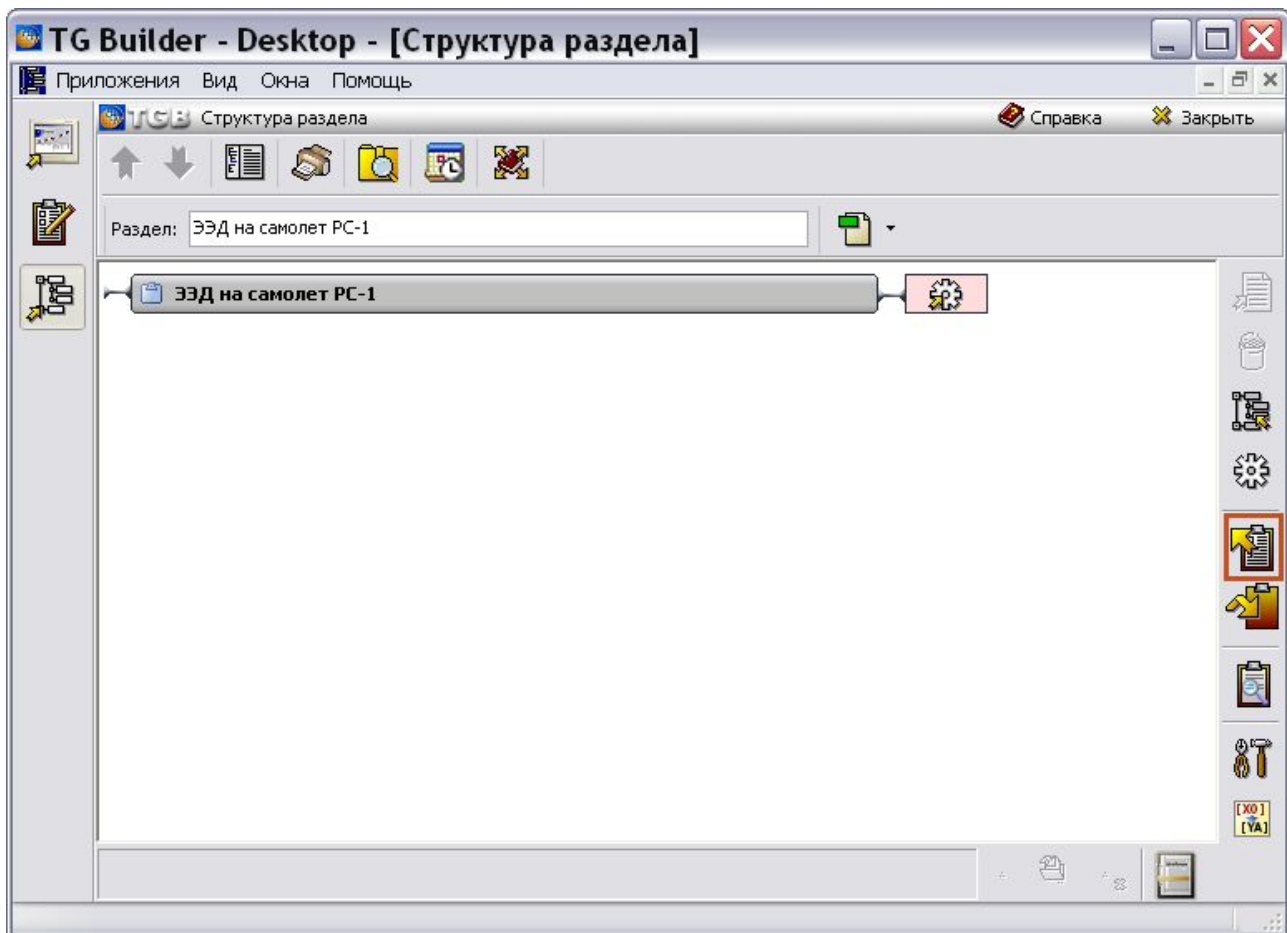

Рис. 8.73
Разработанная электронная документация хранится в базе данных в форматах SGML и XML. Для её представления конечному пользователю необходимо преобразовать информацию из базы данных в доступный пользователю формат. Экспорт осуществляется из окна **Структура раздела** (Рис. 8.73).
1. В диалоговом окне **Структура раздела** выделите проект (Рис. 8.73).
2. В правой части окна выберите инструмент **Экспорт**  (Рис. 8.73).